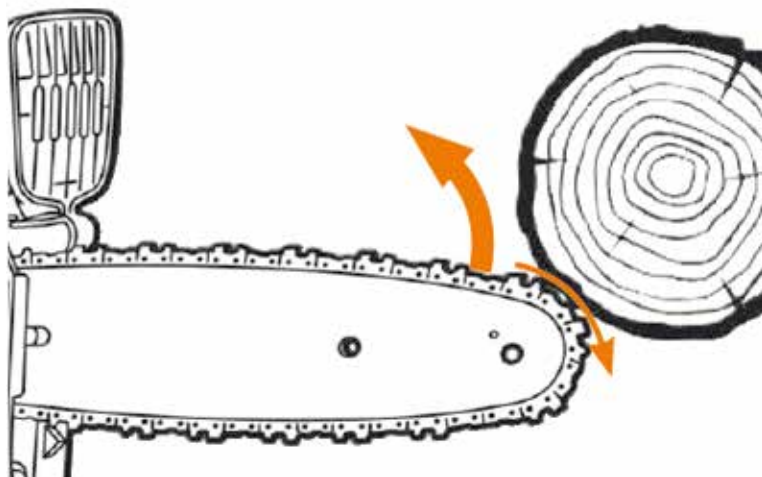

Рис. 2 / Fig. 2
- Будьте предельно внимательны и не подносите носок пильной шины до касания с предметом, это вызывает мгновенный обратный удар, при котором шина будет резко отброшена назад и вверх по направлению к оператору. (Рис. 2)
- Be extremely attentive and do not bring the tip of the saw bar to touch the object, as this causes an instant kickback, where the bar will be sharply thrown back and up in the direction of the operator. (Fig. 2)